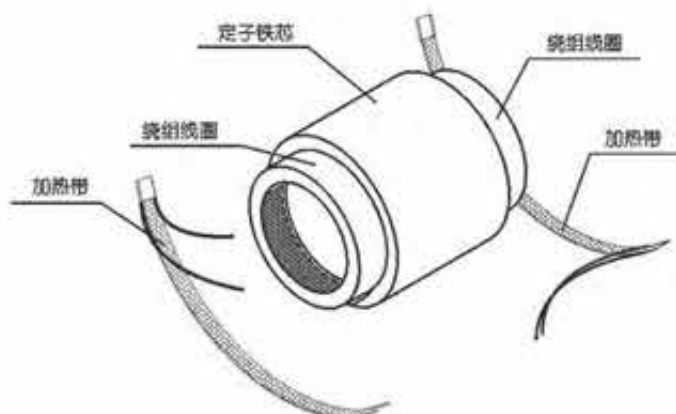
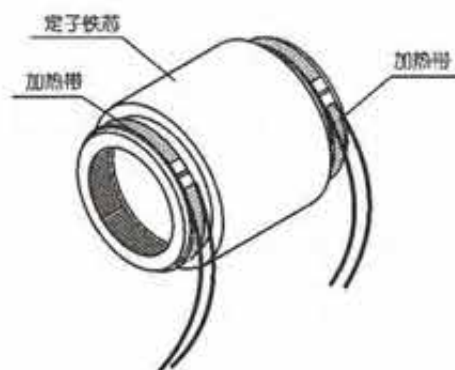

图 1
图 2
- ※围绕定子不重叠，用聚酯带绑扎，其引线固定在接线盒内，最后同电机线圈一起真空浸漆烘干完成（见图1和图2）。